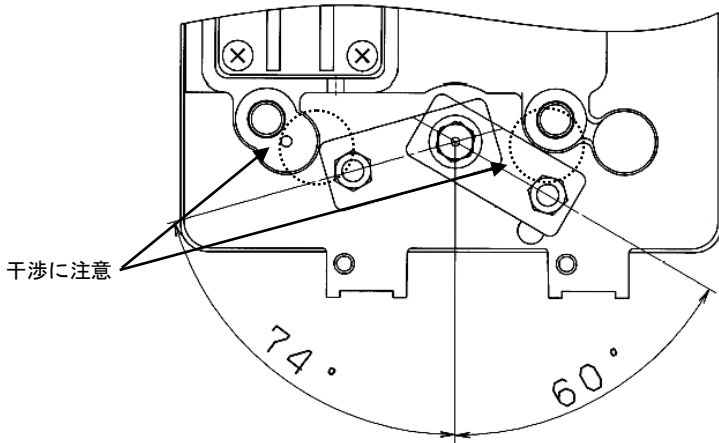

図 7
*2: フォークレバーの角度調整方法の詳細を図 7 に示します。アクチュエータの回転に伴い、ポジショナのフォークピンユニットが回転した際に、ポジショナの足部と干渉することがないようにフォークレバー式継手の角度を調整します。また、本ポジショナの角度センサの有効角度は±60°につき、その範囲内になるようにフォークレバー式継手固定してください。なお、「■初期調整方法」の「②フォークレバー式継手の角度調整」の際に確認ができます。